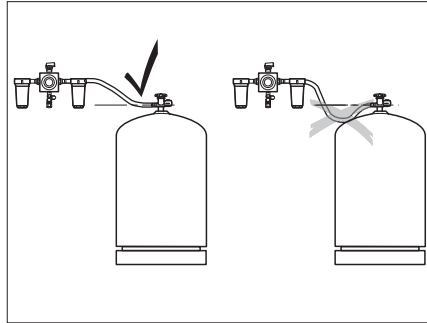

Fig. 245 Instalación de las mangueras de alta presión
- ▷ Cuando se instalan las mangueras de alta presión, asegurarse de que las mangueras suben constantemente (Fig. 245).